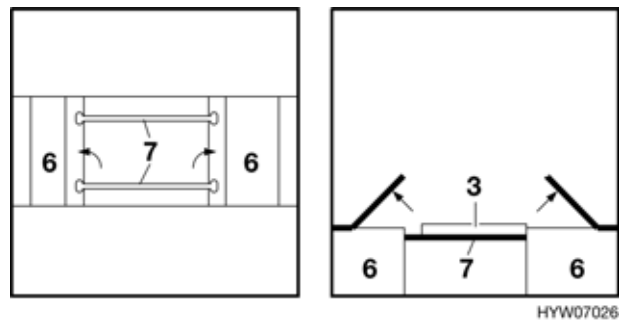

Fig. 97 Durante la trasformazione
- Sollevare le due parti ribaltabili dei cassoni del letto e collocare le due stange (Fig. 97,7) trasversalmente tra i due cassoni del letto nelle rispettive scanalature. Chiudere le parti ribaltabili dei cassoni.
- Collocare il piano del tavolo (Fig. 97,3) sulle due stange del letto.